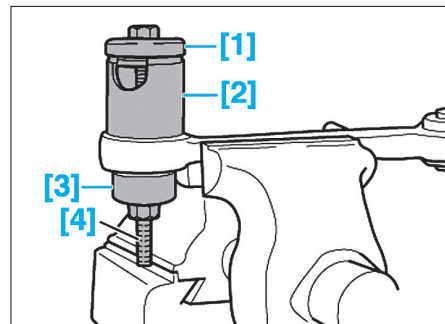
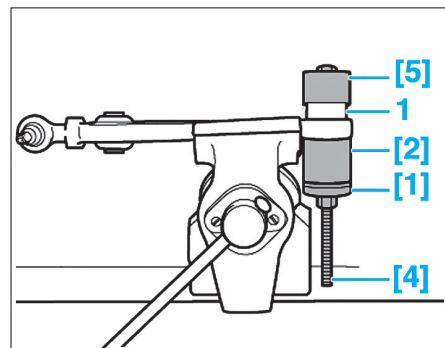

Fig. 19
Fig. 20
- [1]. Extracteur de palier de bras (réf Audi : 3301) (Fig.19),
- [2]. Extracteur de palier de bras (réf Audi : 3301/4) (Fig.19)
- [3]. Extracteur de palier de bras (réf Audi : 3346) (Fig.19)
- [4]. Extracteur de palier de bras (réf Audi : 3346/2) (Fig.19)
- [5]. Outil de guidage du palier (réf Audi : 3346/1) (Fig.20).
- Déposer le palier avec un extracteur et des entretoises de tailles appropriées ou avec les outils [1], [2], [3] et [4] (Fig.19).
- Remonter le palier neuf (1) en respectant le repère et en utilisant les outils de dépose avec une entretoise qui permettra le guidage du palier ou l'outil [5] (Fig.20) à la place de l'outil [3] (Fig.19).